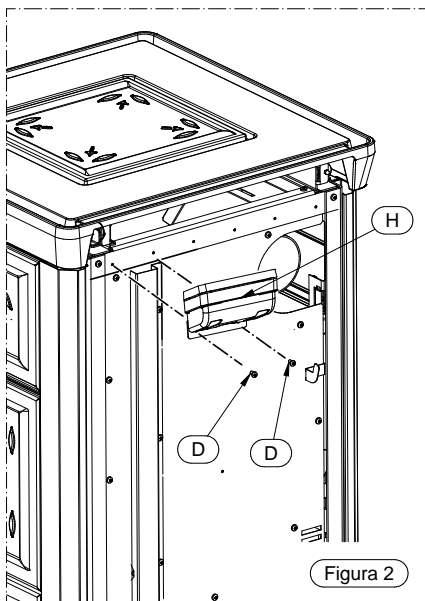

Figura 2
- 2) Desenrosque los dos tornillos (C) y quite el estribo en el lado derecho (D) (figura 2).
- 3) Desenrosque los dos tornillos (C) y quite el estribo en el lado izquierdo (D) (figura 2).
- 1) Desenrosque los 2 tornillos (D) del panel de mandos (H) (figura 2).